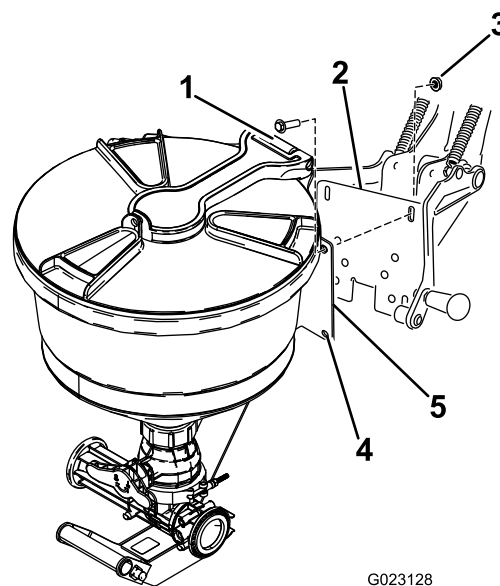

Figure 22
1. Placez les trous de la plaque de montage du mélangeur en face des fentes du cadre porteur du berceau (Figure 22).